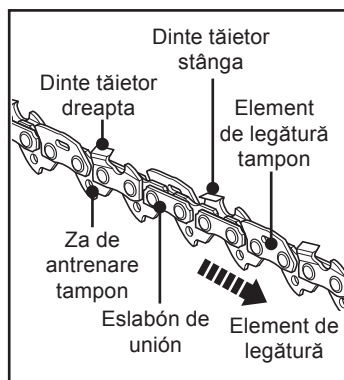

Fig. 43
1. Du lanțul fierăstrăului (3) să fie ascuțit profesionist la un centru de service autorizat sau ascute-l tu folosind pila (27).
2. Diferența de înălțime dintre dinte și creastă reprezintă adâncimea de tăiere. Atunci când ascuți lanțul de fierăstrău (3), trebuie să iei în considerare următoarele aspecte (Fig. 43):